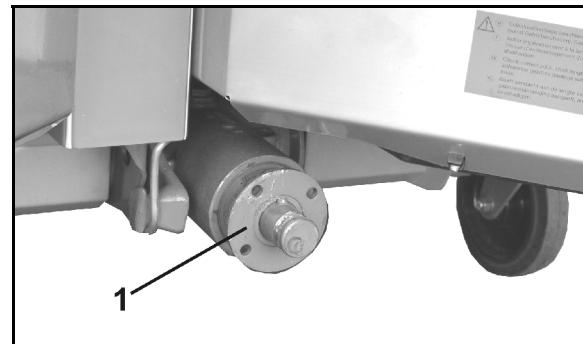

Fig. 37
1. Trekk flenshylsen (Fig. 37/1) av girets inngangsaksel med en avtrekker.